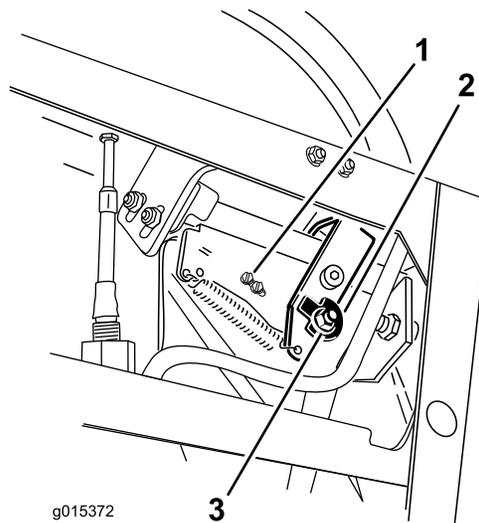
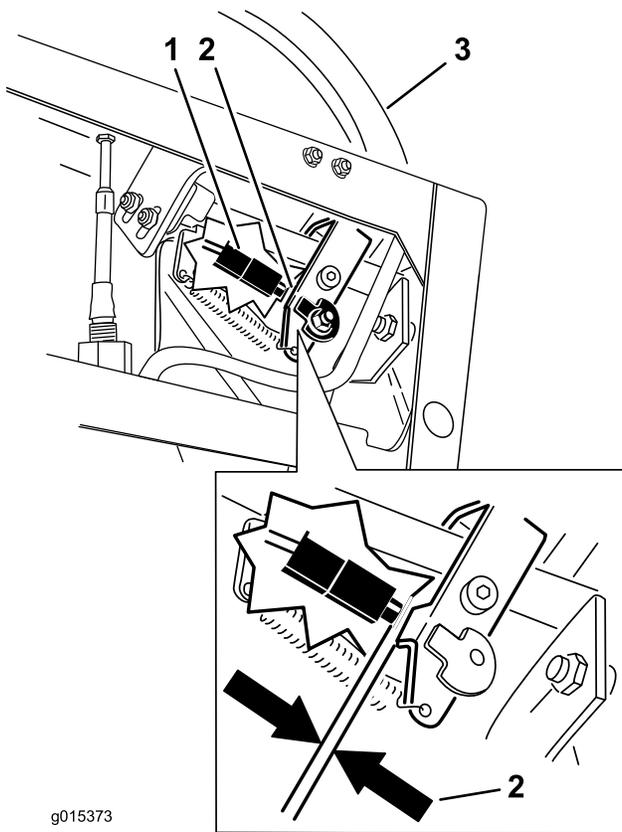

Figura 70
Figura 71
7. Afloje la tuerca y el perno que sujetan la leva (Figura 70).
10. Compruebe la distancia entre la palanca de control y el interruptor, según se muestra en Figura 71. La distancia debe ser de 3 mm (1/8 pulgada) con la palanca de control de movimiento derecha en la posición de punto muerto sin bloquear.
11. Si es necesario, afloje los tornillos que sujetan el interruptor, y ajuste el interruptor (Figura 70 y Figura 71).